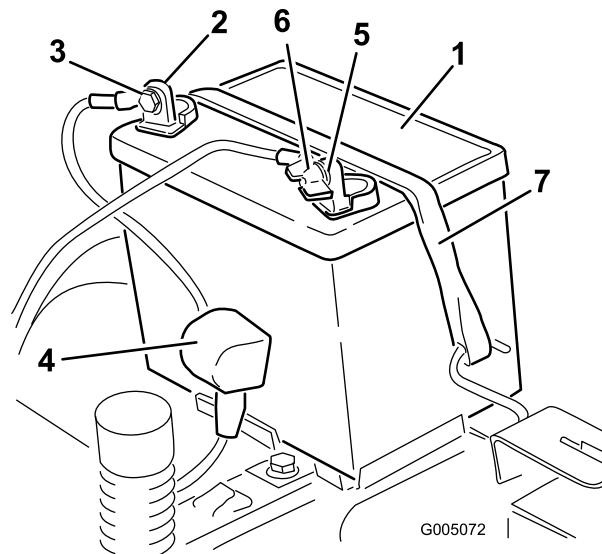

Figure 34
4. Débranchez le câble négatif (noir) de mise à la masse de la borne de la batterie (Figure 34). Mettez les fixations de côté.
5. Repoussez le capuchon en caoutchouc sur le câble positif (rouge). Débranchez le câble positif (rouge) de la borne de la batterie (Figure 34). Mettez les fixations de côté.
6. Enlevez la sangle de maintien de la batterie (Figure 34) et ôtez la batterie de son support.
1. Placez la batterie dans son support en tournant les bornes vers la position de fonctionnement (Figure 34).
5. Fixez la batterie en place à l'aide de la sangle de maintien (Figure 34).